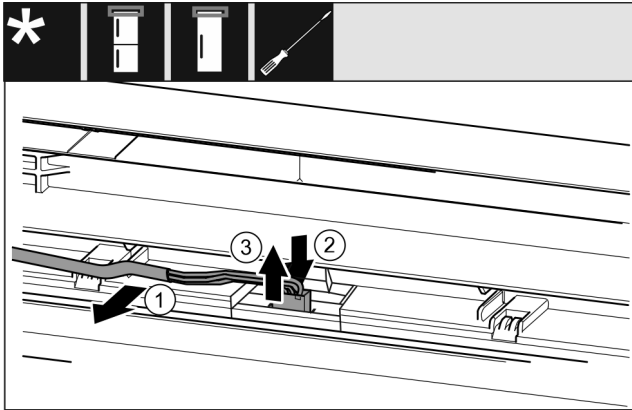

Fig. 10
- ▶ Løsn forsigtigt det grå kabel fra føringen i døren. Fig. 10 (1)
- ▶ Tryk lasken bag stikket tilbage. Fig. 10 (2)
- ▶ Træk forsigtigt stikket op og ud. Fig. 10 (3)